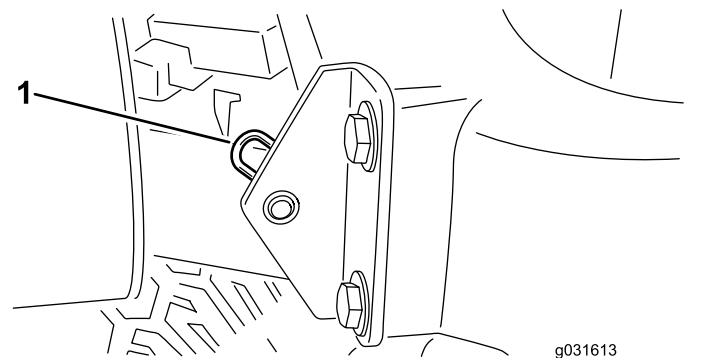

Bild 60
2. Entfernen Sie den Splint, mit dem das Gelenk der Motorhaube an den Befestigungshalterungen befestigt ist (Bild 60).